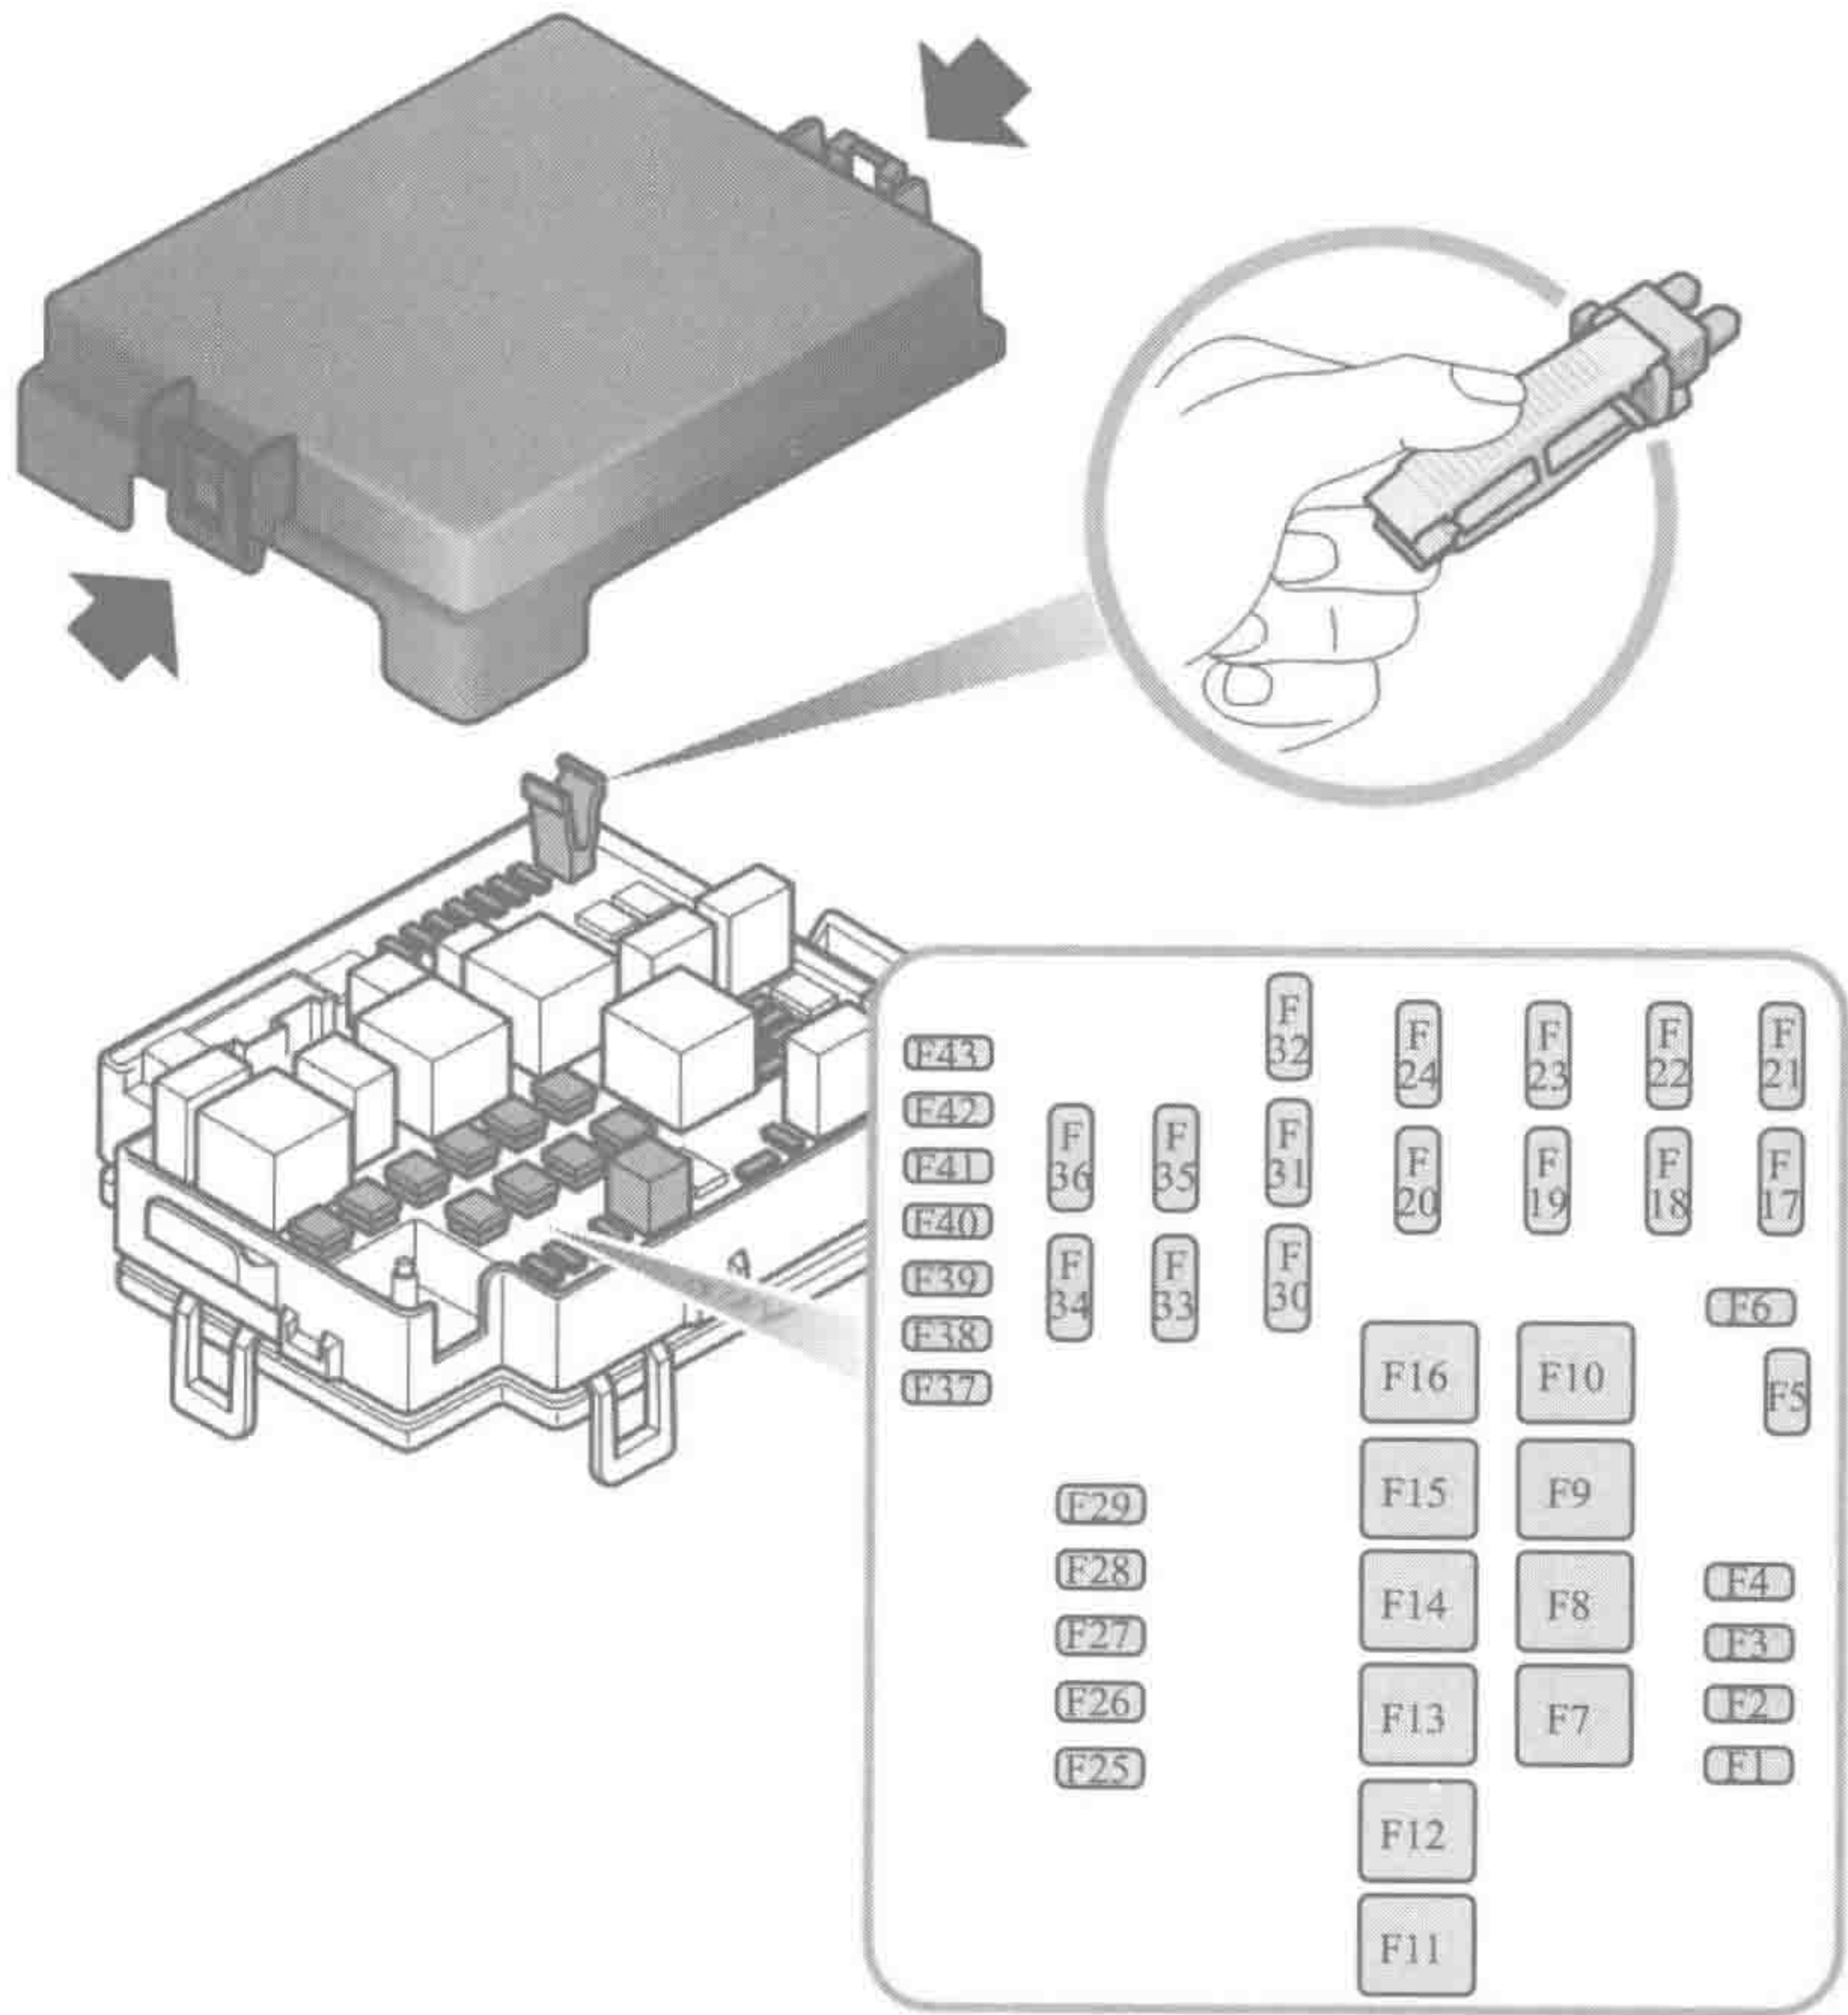

图 1-1-5 发动机舱熔断器盒内熔断器识别
3. 发动机舱熔断器盒内熔断器识别及功能说明（图 1-1-5 和表 1-1-5）